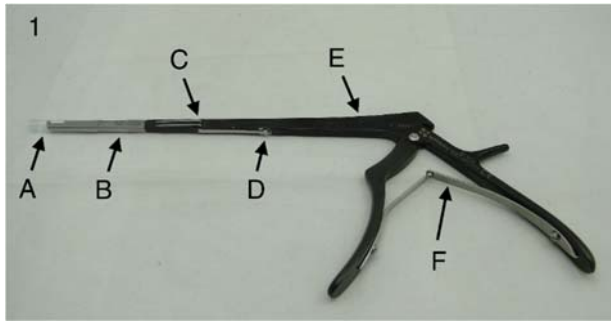

Figure 1
2. Vérifier le bon fonctionnement des leviers de dégagement des embouts et du levier de verrouillage de sécurité (voir Figure 1) en appuyant dessus et en les dégageant. Si l'un des leviers ne s'enfonce pas (remarque : le levier de dégagement des embouts (inférieur) ne s'enfonce que si le levier de verrouillage de sécurité est enfoncé ou ne revient pas en position de départ après avoir été dégagé), renvoyer la poignée pour réparation.